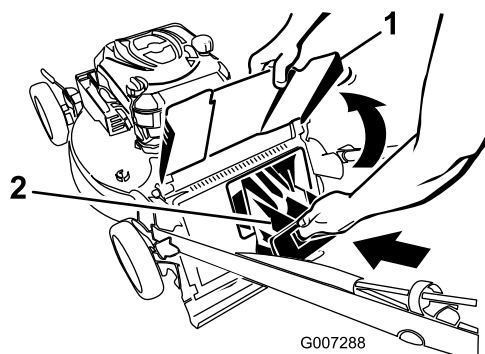

Figura 26
4. Instale el tapón de descarga trasero (Figura 26).